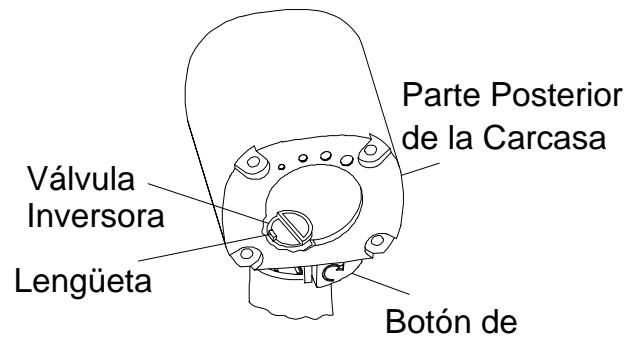

Figura 14
4. Coloque la junta tórica del gatillo (34) en el gatillo. Introduzca el gatillo en la parte delantera de la carcasa.
6. Observe a través de la carcasa desde la parte **posterior**. Si la lengüeta de la válvula inversora está girada hacia la **izquierda**, instale el botón **derecho** en la carcasa. Una vez instalado uno de los botones, empújelo hacia dentro. Esto hará girar la válvula inversora de modo que se pueda instalar el otro botón. Véase la figura 14.